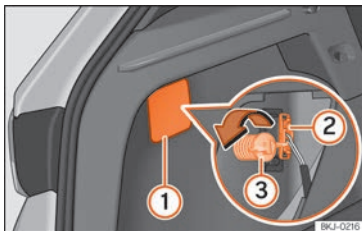
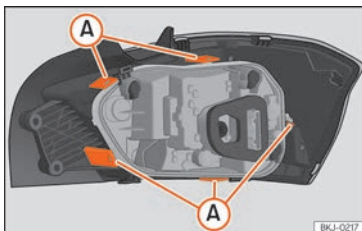

Fig. 108 Bagagliaio: accesso alla vite di fissaggio del fanale di coda.
Fig. 109 Linguette di fissaggio nella parte posteriore del fanale di coda.
3. Estrarre il coperchio facendo leva sulla scanalatura con l'estremità piatta di un cacciavite » **fig. 108 ①**.
4. Estrarre il connettore della lampadina **②**.
5. Svitare con la mano o tramite un cacciavite la vite di fissaggio del fanale **③**.
7. Smontare il portalampada sbloccando le linguette di fissaggio » **fig. 109 A**.
① AVVISO